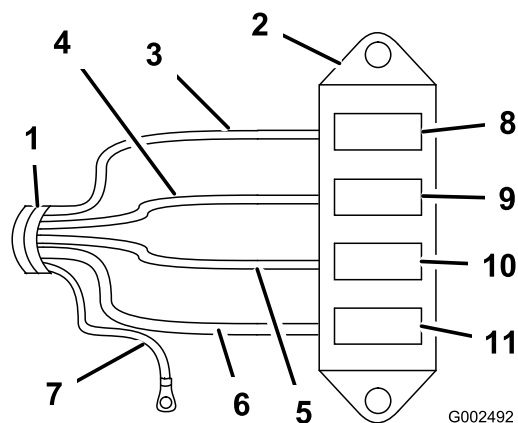

Figure 11
7. Reliez faisceau électrique au porte-fusibles en connectant les fils du faisceau aux connecteurs correspondants à l'arrière du porte-fusibles (Figure 11).